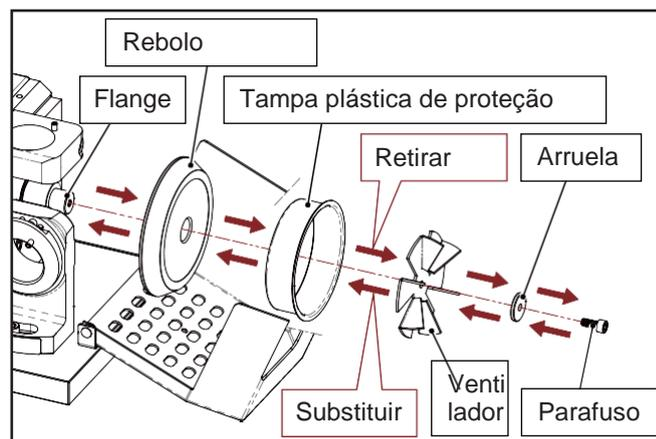

Fig. 11-3
- ④ Solte o parafuso do rebolo para retirá-lo. (Fig. 11-3)
- ⑤ Use um pano limpo para limpar o flange e a superfície de contato do rebolo.
- ⑥ Recoloque o rebolo novo e aperte o parafuso. (Fig. 11-3)
- ⑦ Feche a tampa do rebolo e fixe com o parafuso.